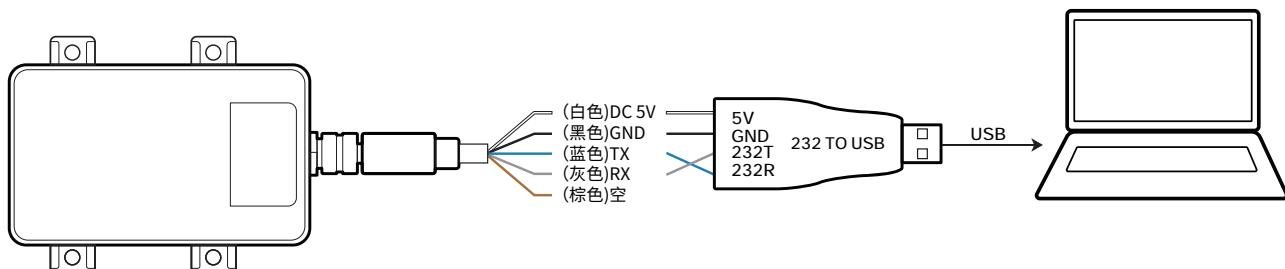

图 3. L4s/L4s-Filled 接 USB 转 232 接线图 (棕色线不接)
- 按照图 3 所示，白色的线接 232 转 USB 转换器的 5V 直流电源，黑色的线接转换器的 GND；